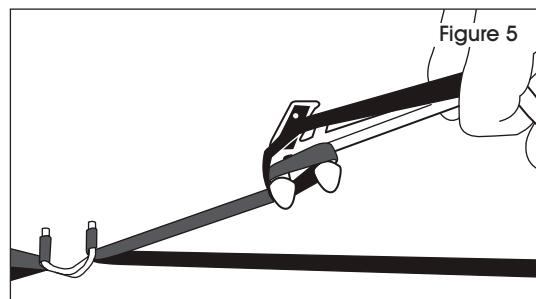

Figure 5
2. Tirez l'outil jusqu'à obtenir la tension souhaitée. (Voir Figure 5)